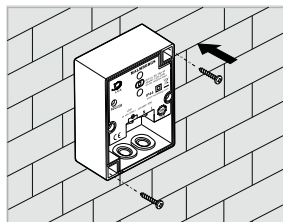

Bild 6
2. Montera bottenlådan på väggen med två skruvar (se bild 6).